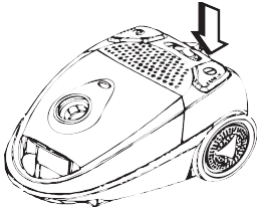

*Figuur 5
5. Het snoer heeft een gele en een rode markering, zie figuur 5. Trek het snoer uit tot de gele markering.